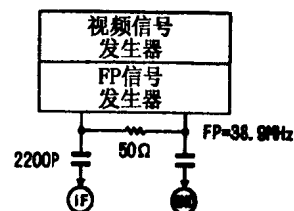

图 1-1-1
(1) 准备。如图 1-1-1 所示, 在调谐器 IF 输出端和接地端加上如下信号: